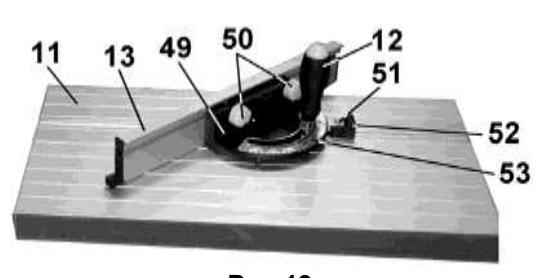

Рис. 19
9.7. Упор для косого и поперечного пиления (Рис. 19)